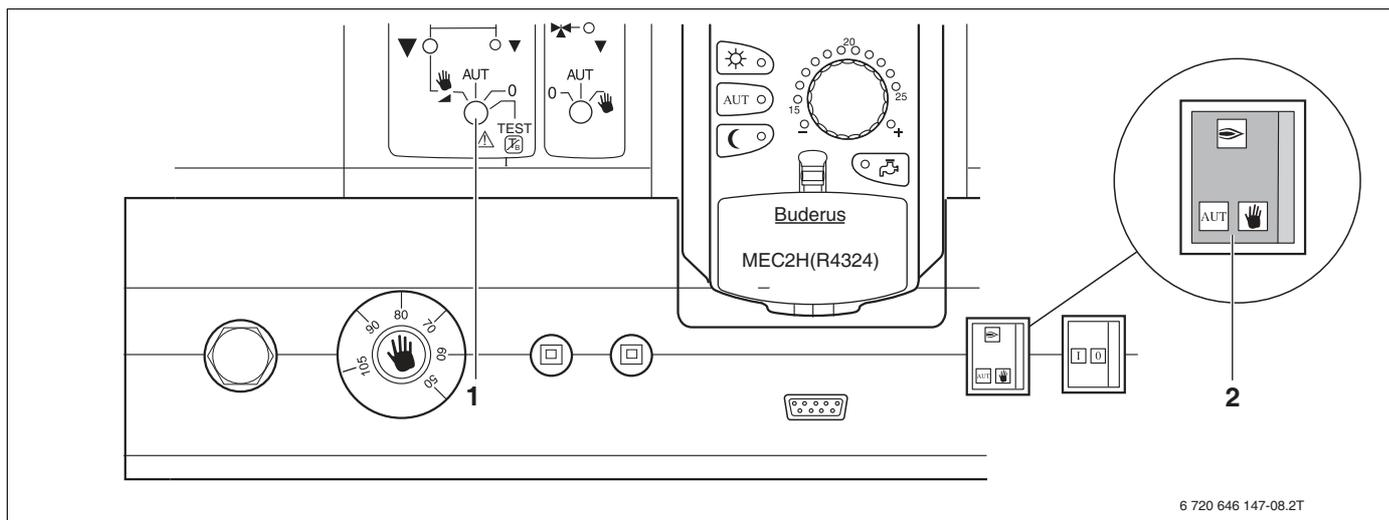

Рис. 11 Проверка предохранительного ограничителя температуры (STB) с помощью переключателя на ZM437 [1]
Чтобы не работал механический регулятор температуры, переключатель аварийного режима горелки (рис.11, [2], стр. 27) должен стоять в положении "AUT"!
После того как вы проверили, что переключатель аварийного режима горелки стоит в положении "AUT", установите переключатель (рис. 11, [1]) модуля ZM437 на  .
Если при достижении заданной температуры срабатывания STB + 2 K не происходит автоматического выключения горелки (см. главу 3, стр. 10), то для немедленного прерывания теста установите переключатель (рис. 11, [1]) на AUT. Это значит, что при установленной на STB температуре 120 °C его проверка должна быть вручную прервана при температуре 122 °C.
Проверка предохранительного ограничителя температуры (STB) должна проходить под постоянным надзором. Поворотом переключателя (рис. 11, [1]) в положение "AUT" можно в любой момент прервать проверку.
- ▶ После завершения проверки установите переключатель (рис. 11, [1]) на "AUT".